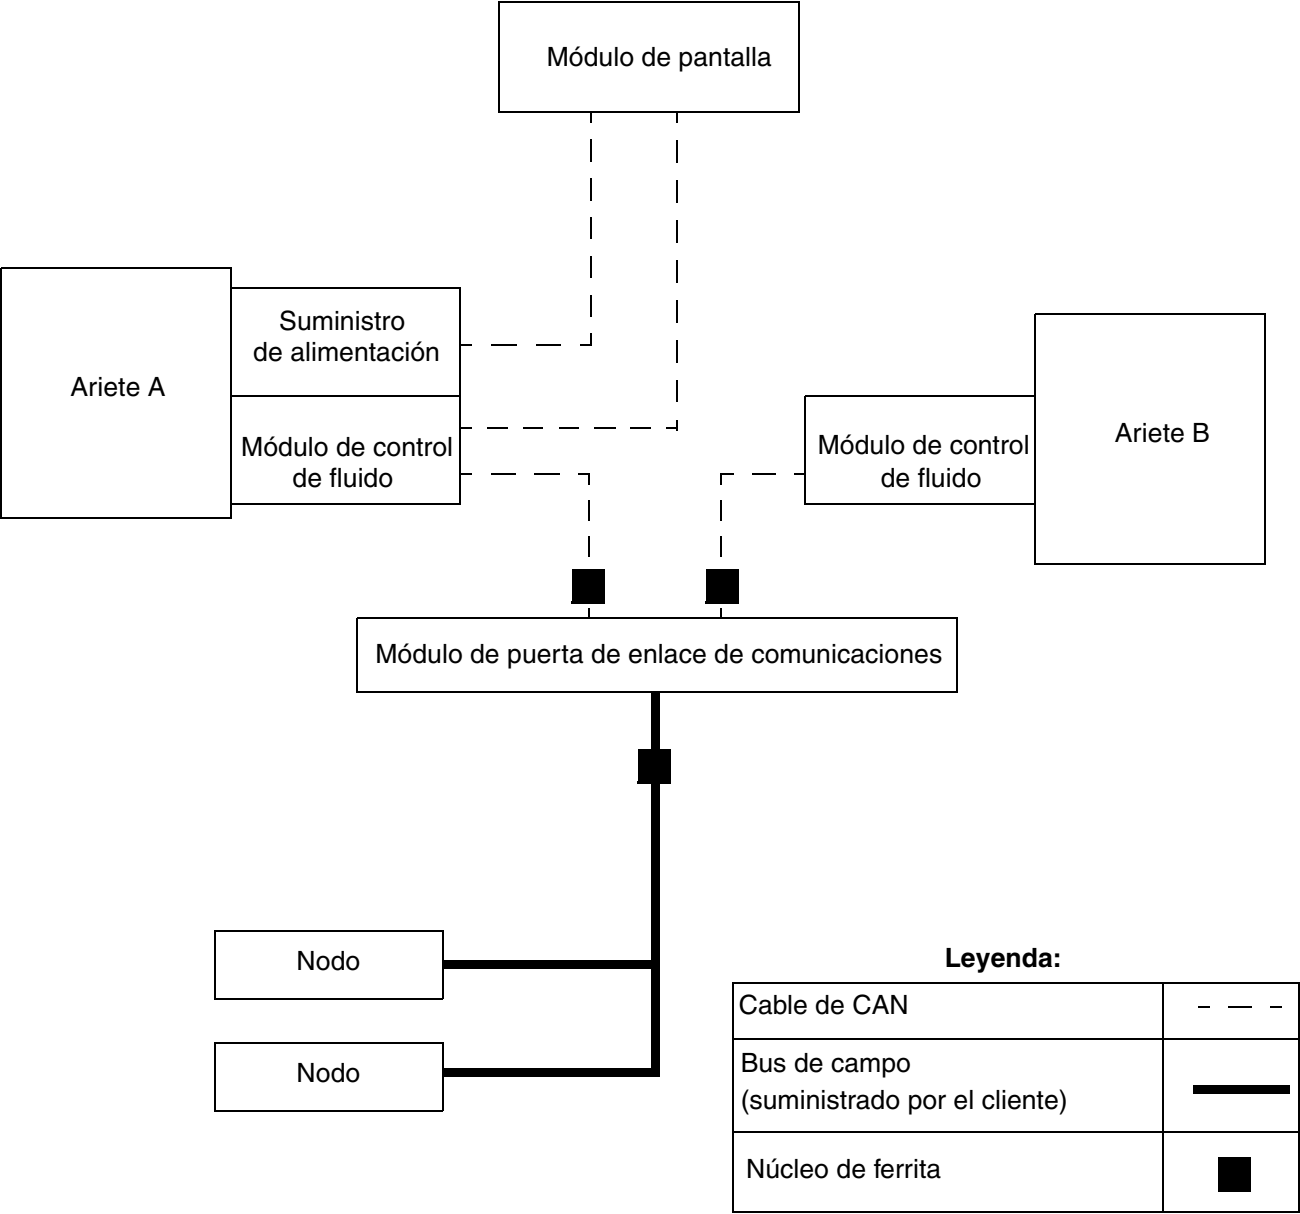
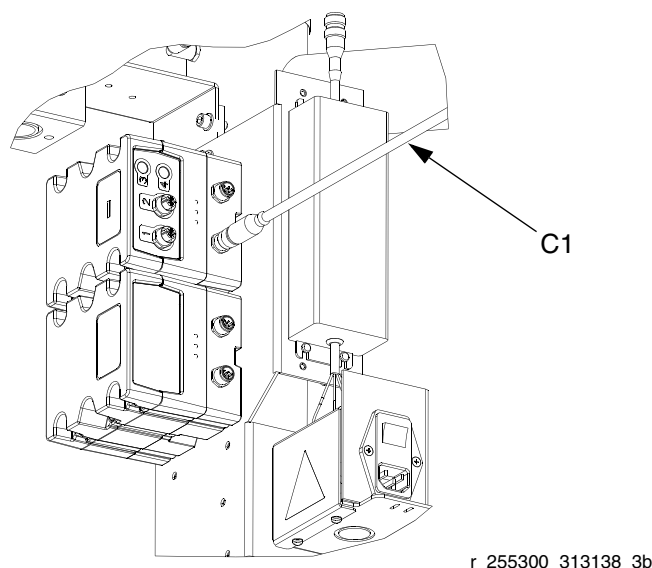
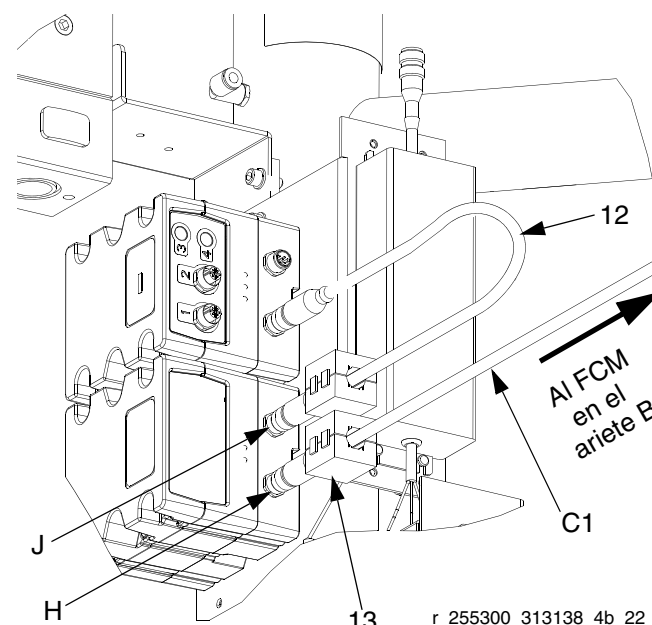
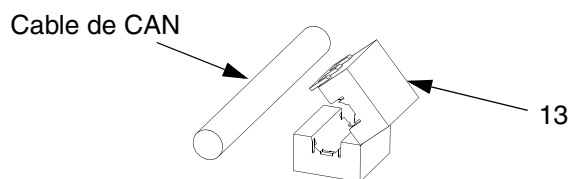

FIG. 1: Instalación típica
FIG. 4: CGM y FCM en el ariete A
FIG. 5: Conexiones de CGM y FCM en el Ram A
FIG. 6: Sujeción del núcleo de ferrita
9. Conecte el cable de CAN (C1) en el conector de CAN inferior (H) del CGM y módulo de control de fluido del ariete B. Vea la FIG. 4 y la FIG. 5.
10. Conecte el cable de CAN suministrado (12) en el conector de CAN superior (J) del CGM y módulo de control de fluido del ariete A. Vea la FIG. 4 y la FIG. 5.
11. Conecte dos núcleos de ferrita (13) en los cables de CAN adyacentes al CGM. Vea la FIG. 1 y la FIG. 5 para las ubicaciones de los núcleos.
16. Sujete el núcleo de ferrita (13) en el cable del bus de campo adyacente al CGM. Vea la FIG. 1 en la página 3 para las ubicaciones de los núcleos. Vea la FIG. 6.